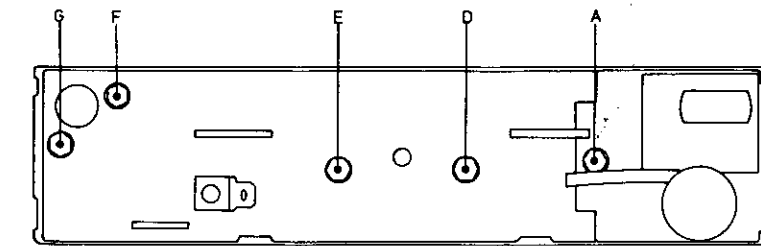

Fig. 6
7.5 Sechskantblechschrauben A (Fig. 6) und B (Fig. 4) lösen und die linke Seitenwand mit dem NF-Verstärker etwas vom Gerät wegziehen.
7.5 Loosen hex. self-tapping screws A (fig. 6) and B (fig. 4) and remove LH kick panel with AF amplifier slightly from set.
- 8.1 Laut Fig. 6 Sechskantblechschraube D, E entfernen.
- 8.1 Acc. to fig. 6, remove hex. self-tappingscrew D, E.